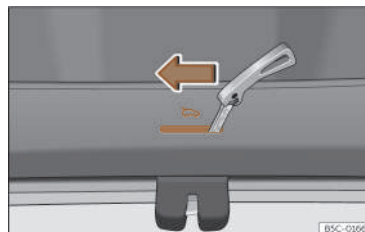

Fig. 74 Particolare del bagagliaio: sblocco di emergenza.
- Introdurre lo spadino della chiave nella fessura e spostare la chiave nella direzione indicata dalla freccia fino a sbloccare la serratura >>> **fig. 74.**